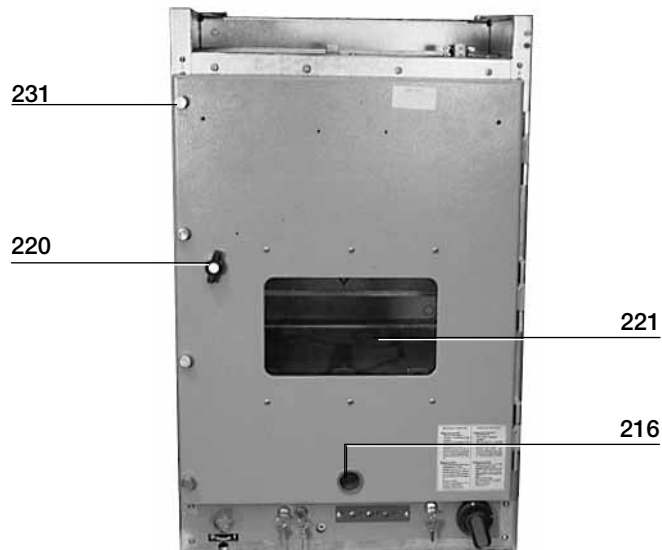

Fig. 7m
- una maniglia (220) (fig. 7m) di chiusura-apertura;
- un oblò (221) (fig. 7m) di ispezione per il contattore;
- un innesto (216) (fig. 7m) per la leva asportabile di inserzione/sezionamento del contattore a porta chiusa;
- godroni di chiusura (231) (fig. 7m).
- *a handle (220) (fig. 7m) for closing-opening;*
- *an inspection window (221) (fig. 7m) for the contactor;*
- *a coupling (216) (fig. 7m) for the removable connection/isolation lever of the contactor with the door closed;*
- *knurled closing screws (231) (fig. 7m).*